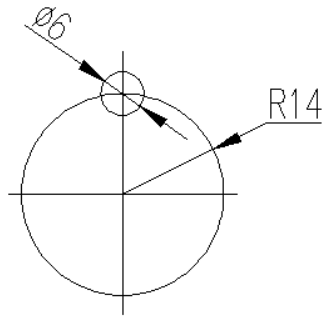

Рис. 9. Построение вспомогательных окружностей.
3.1. Построить вспомогательную окружность R14 и одну из окружностей $\varnothing 6$ (рис.9)